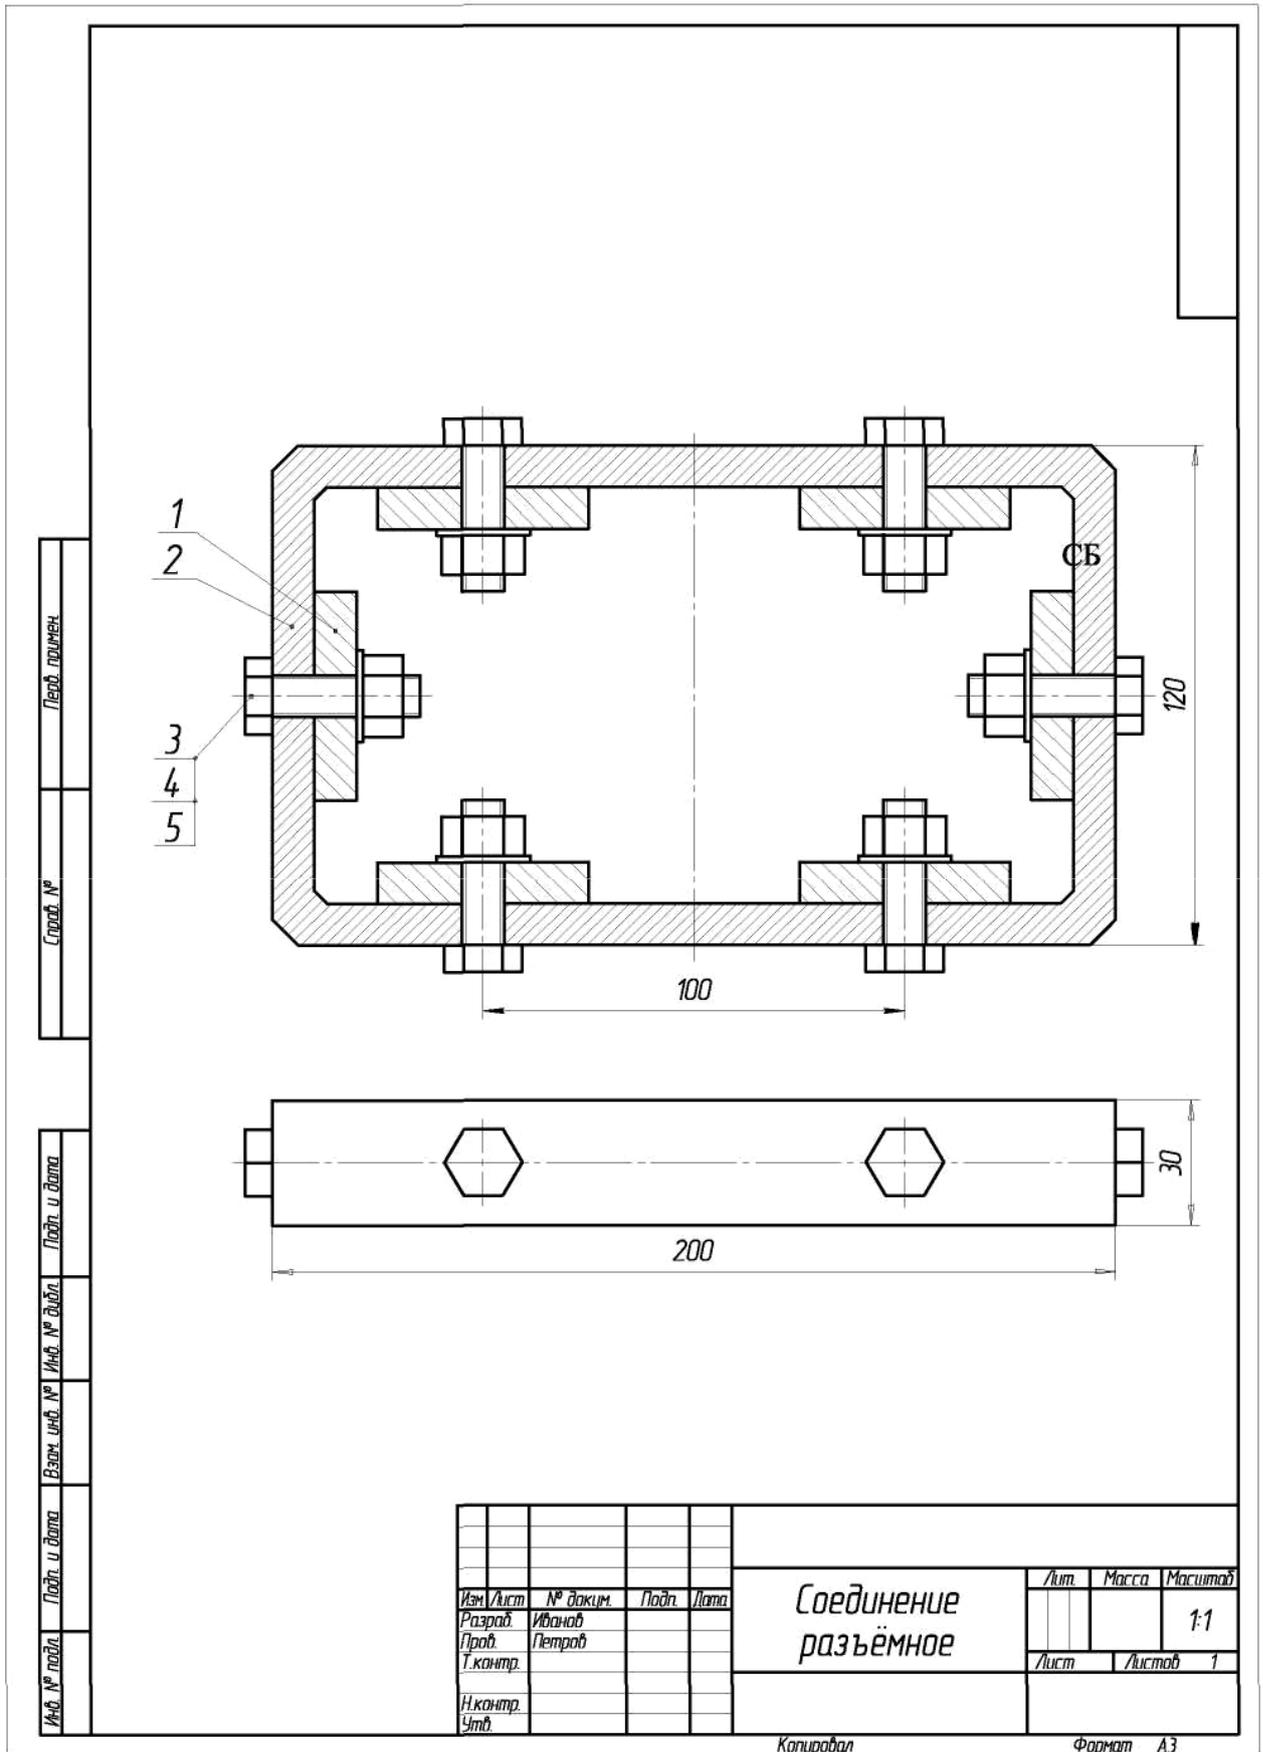

Рисунок 4.13 - Пример выполненной работы
9. Выполнить вид сверху (рис. 4.13). Вставить изображения болтового соединения на виде сверху, используя установки в окне Болт Гайка Шайба - кнопку Вид сверху;